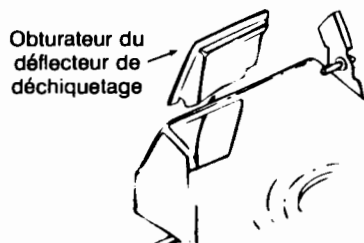

Figure 12
- Relevez le clapet arrière et retirez l'obturateur du déflecteur de déchiquetage. Voir la figure 12.
- Relevez le clapet d'éjection arrière et installez le bouchon de déchiquetage arrière. Voir la figure 12.
Si vous voulez utiliser un sac à herbe, relevez le clapet arrière et retirez l'obturateur du déflecteur de déshiquetage. Voir la figure 12. Installez le sac à herbe (équipement en option).